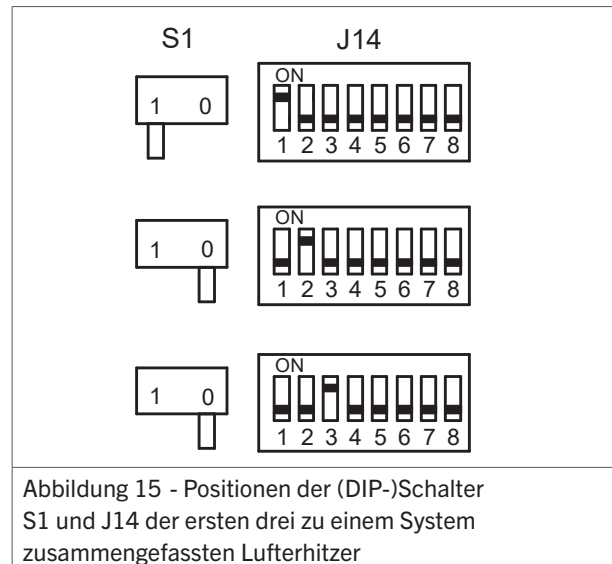

Abbildung 15 - Positionen der (DIP-)Schalter S1 und J14 der ersten drei zu einem System zusammengefassten Lufterhitzer
1. Stellen Sie die Schalter S1 und J14 der Steuereinheit (Abb. 15) wie folgt ein: